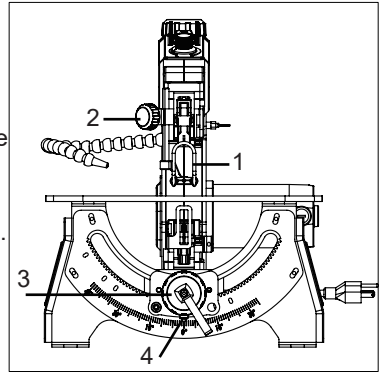

ABBILDUNG 5
2. Lösen Sie den Knopf zur Höheneinstellung des Blattschutzes (Abb. 5, 2), stellen Sie den Fuß des Blattschutzes (1) in die höchste Position und ziehen Sie den Knopf wieder fest.
3. Neigen Sie den Tisch in den gewünschten Winkel, indem Sie den Feststellknopf für die Tischneigung (3) lösen. Stellen Sie den Tisch mithilfe der Gradskala und des Zeigers (4) auf den richtigen Winkel ein.
4. Ziehen Sie den Feststellknopf für die Tischfaser fest (Abb. 5, 3).